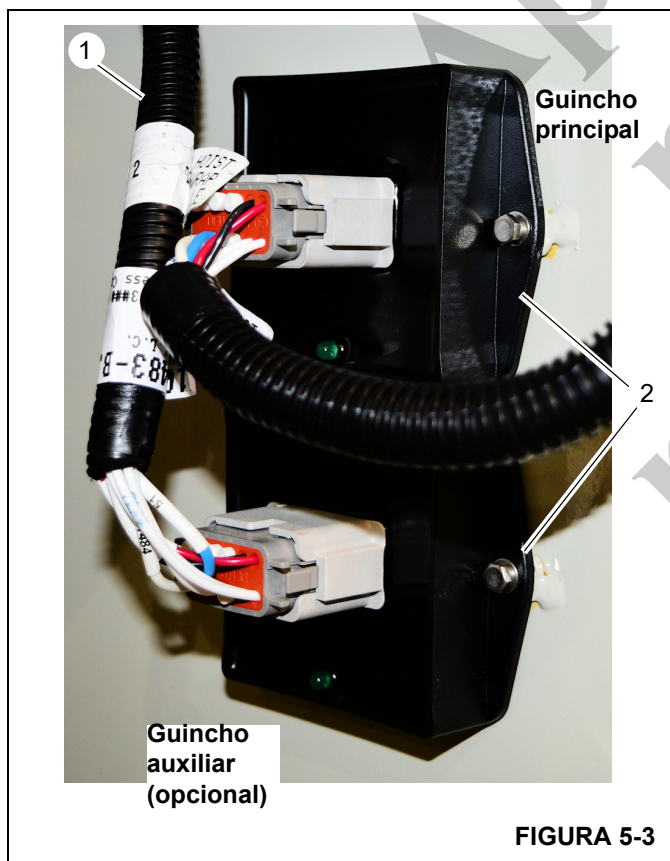

FIGURA 5-3
1. Desconecte o chicote elétrico do DRI (1, Figura 5-3) do módulo de DRI apropriado (2) localizado no interior da estrutura do guincho.
1. Direcione o chicote elétrico do DRI (1, Figura 5-3) através do reforço na estrutura do guincho. Conecte o conector do DRI ao módulo de DRI do guincho (2) apropriado localizado no interior da estrutura do guincho.